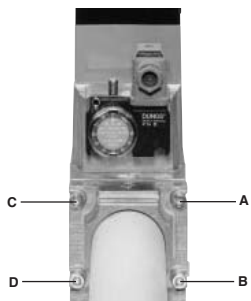
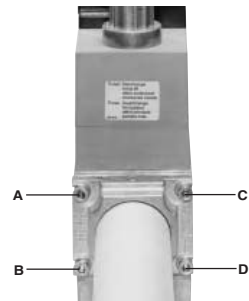

Fig. 10
Fig. 11
1. Slabiti suruburile A si B , dar **NU LE DESURUBATI** (Fig. 10 - Fig. 11) ;
2. Desurubati suruburile C si D (Fig. 10 - Fig. 11) ;
3. Introduceti grupul rampa Multibloc intre flansele filetate (Fig. 11) ;